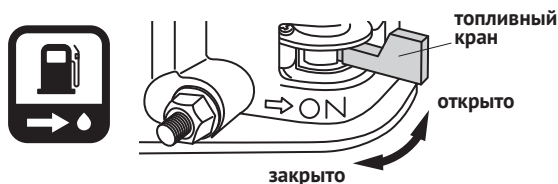
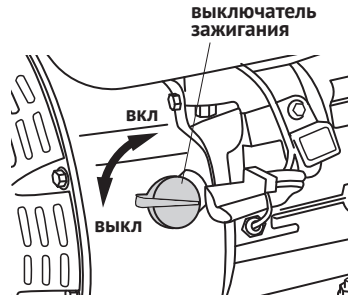

Рис. 5
Рис. 6
Топливный кран (рис. 5) служит для открытия и закрытия бензопровода, соединяющего топливный бак с карбюратором. Перед запуском двигателя установите рычаг топливного крана в положение «ОТКРЫТО».
Выключатель (рис. 6) управляет системой зажигания двигателя. Перед запуском двигателя установите выключатель зажигания в положение «ВКЛ»/«ON». Если выключатель находится в положении «ВЫКЛ»/«OFF», двигатель не запустится. Для экстренной остановки двигателя установите выключатель зажигания в положение «ВЫКЛ»/«OFF».
1. Установите рычаг топливного крана (рис. 5) в положение «ОТКРЫТО».
4. Установите выключатель зажигания (рис. 6) в положение «ВКЛ»/«ОН»
Если мотопомпа останавливается на короткий промежуток времени, установите выключатель зажигания в положение «ВЫКЛ»/«OFF» (рис. 6) и поверните рычаг топливного крана в положение «ЗАКРЫТО» (рис. 5).